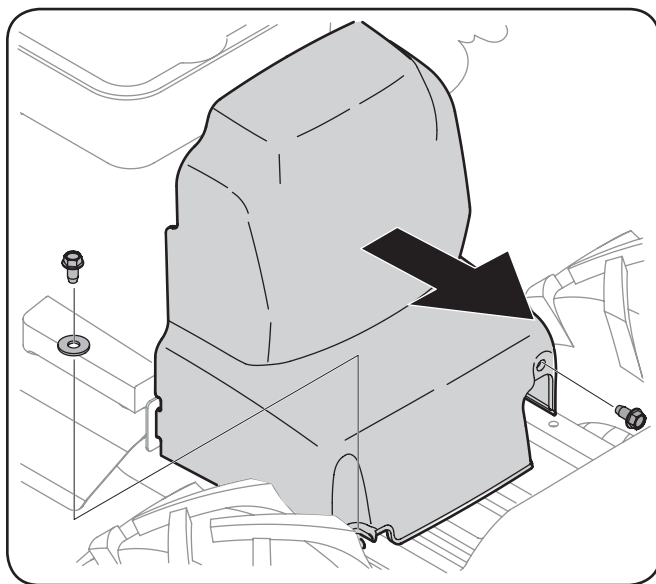

Figura 7-1
2. Retire la cubierta de la correa como se observa en la Figura 7-1, extrayendo primero los dos tornillos de arandela hexagonal de 1/4-20 y una arandela plana. Levante la cubierta de la correa, aléjela de la cultivadora y colóquela en un lugar seguro hasta que vuelva a instalarla.